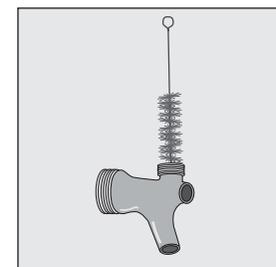

Рис. 3. Тщательно очистите компоненты крана.
8. При помощи поставленной в комплекте щетки очистите элементы пивного крана. См. рис. 3.